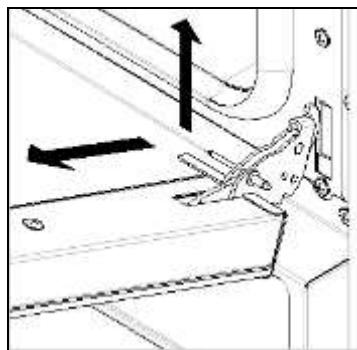

Fig. 6
- alzare leggermente la porta e sfilarla (Fig. 6);